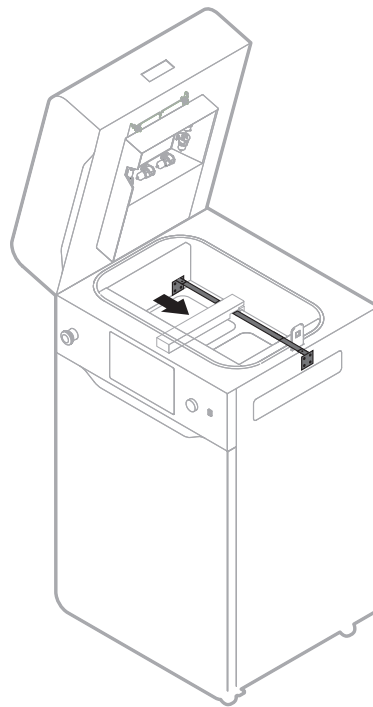

Abb. 4. Steuern des Recoaters.
4. Halte den Strip fest, und positioniere den Recoater in der Mitte, zwischen den Beds (Abb. 4).